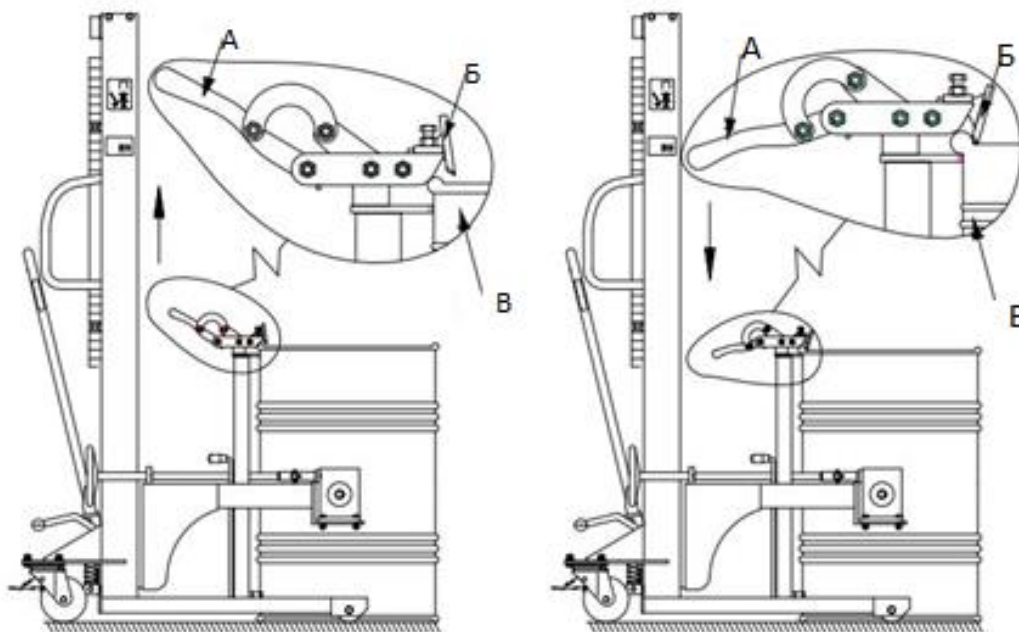

Рис.4
3) Снова поднимите вилы с бочкой. Как только между бочкой и полом образуется небольшое расстояние, прекратите подъем (Рис. 4).